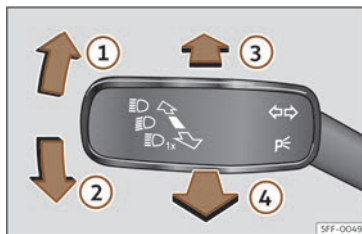

Fig. 100 Palanca dels intermitents i de llum de carretera (segons les versions).
- Des de la posició base, premeu cap endavant la palanca dels intermitents i llum de carretera >>> **fig. 100** ③.
- **O BÉ:** si l'assistent del llum de carretera està connectat, estireu cap enrere la palanca dels intermitents i de llum de carretera >>> **fig. 100** ④.